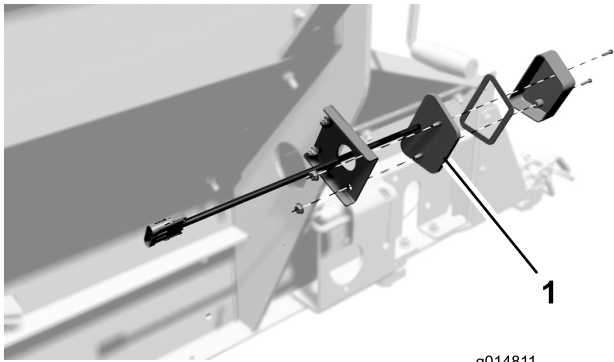

図 5
7. 各ブラケットに、テール・ライト・アセンブリを取り付ける；パル・ナット 2 個を使用する（図 5）。取り付ける前に、ライト用のワイヤ（電気コード）をブラケットに通しておくこと。ナットを締めすぎないようにすること。